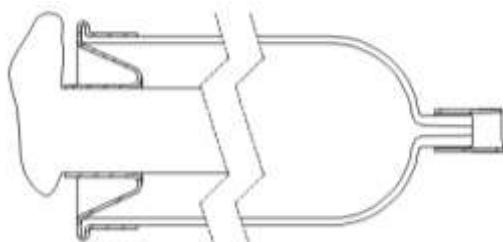

Рис.7
- надеть уплотнитель на колбу и придвинуть ее к телу, как это показано на Рис.7